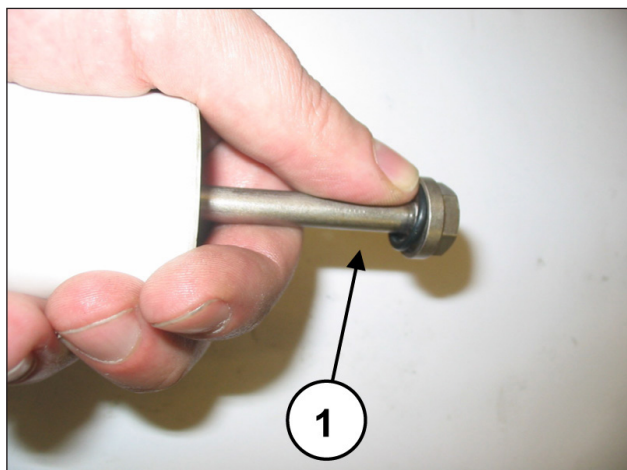

Fig. 46
À chaque désassemblage, remplacer tous les joints toriques du groupe du piston (Fig. 46, rep. ①).